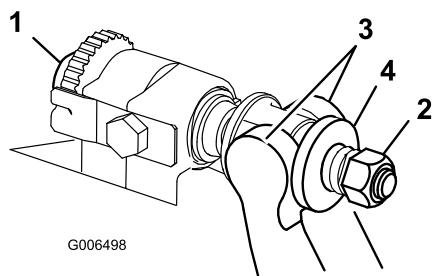

図 25
- ベッド・バー調整ネジ（図 25）を左に回してベッドナイフとリールの接触をなくす。
- スプリング・テンション・ナットをゆるめて、ワッシャーがベッドバーを全く押さないようとする（図 25）。